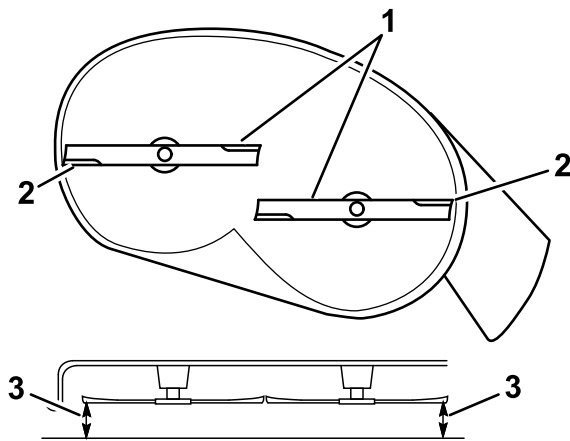

Bild 64
- Messen Sie den Abstand zwischen den äußeren Schnittkanten und der ebenen Oberfläche (Bild 64).